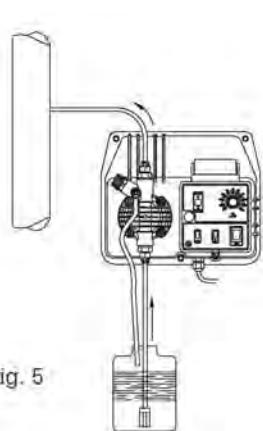
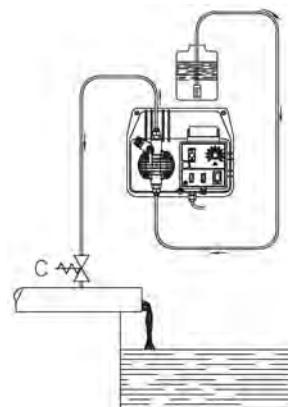

Fig. 5
Fig. 6
- c Placer la pompe de la manière indiquée dans la figure 5 en tenant compte du fait qu'elle peut être fixée aussi bien au dessus qu'au dessous du liquide à doser dans une limite maximale de 2 mètres. Le point d'injection doit toujours être placé plus haut que le liquide à injecter. Ne pas installer la pompe directement sur le réservoir car certains additifs dégagent des vapeurs qui risquent d'endommager l'appareil. Pour une installation correcte se reporter à la figure 12. Si l'installation à traiter travaille à la pression atmosphérique (introduction de l'additif à décharge libre), le réservoir de l'additif doit toujours se faire plus haut que le point d'injection (Fig. 6), contrôler périodiquement la fonctionnalité de la soupape d'injection, car si elle est trop usée l'introduction de l'additif dans l'installation risque de se faire par chute (même avec l'appareil arrêté). Si le problème persiste, insérer une soupape de contre-pression C calibrée de manière appropriée entre la pompe doseuse et le point d'injection (Fig. 6). Pour des liquides dégageant des exhalations agressives, ne pas installer la pompe au dessus du réservoir à moins que celui-ci ne soit fermé hermétiquement.